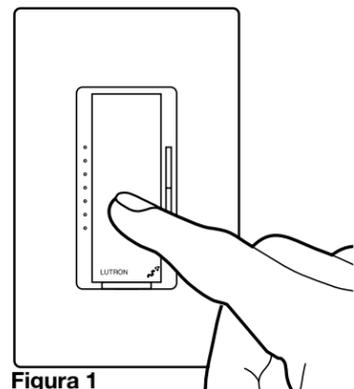

Figura 1
1. Pulse y mantenga pulsado el botón del atenuador/interruptor (Figura 1) durante aproximadamente 6 segundos. Una vez que los LED comienzan a destellar lentamente, suelte el botón.